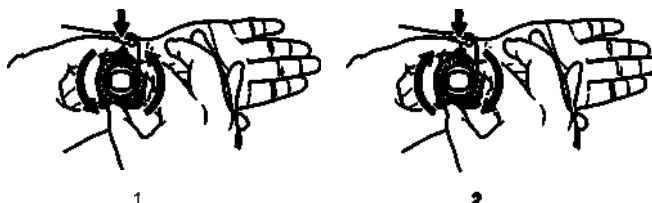

Abbildung 3. Verwendung des Einstellrads zur Druckanpassung
1. Um den Druck auf die Zugangsstelle zu verringern, die Arretierung des Einstellrads mit einer Hand niederdrücken und gleichzeitig mit der anderen Hand das Einstellrad entgegen dem Uhrzeigersinn drehen (Abbildung 3, Detail 1). Um den Druck auf die Zugangsstelle zu erhöhen, die Arretierung des Einstellrads mit einer Hand niederdrücken und gleichzeitig mit der anderen Hand das Einstellrad im Uhrzeigersinn drehen (Abbildung 3, Detail 2).